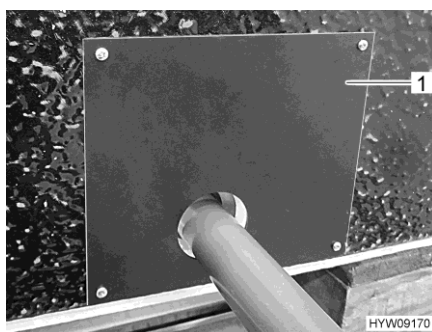

Fig. 105 Cubierta (bandeja del depósito de aguas residuales)
- Quitar la cubierta (Fig. 105,1) en la bandeja del depósito de aguas residuales.
- Instalar la cubierta (Fig. 105,1).